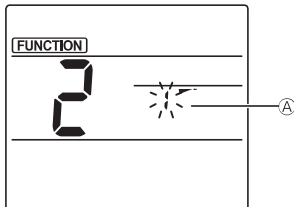

Fig. 3-2
- Het waaiernummer selecteren (Fig. 3-2) Druk op de toets [▲] om het waaiernummer A te selecteren en druk vervolgens op de toets [SET].